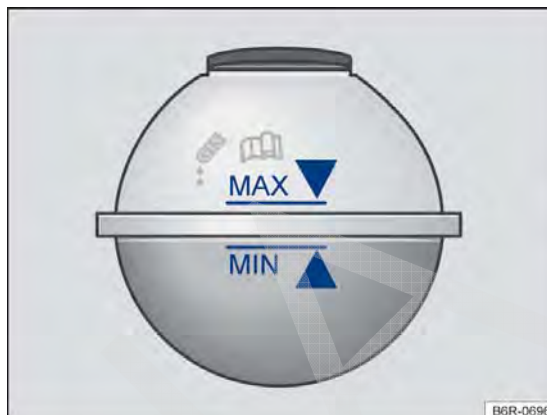

Fig. 132 No compartimento do motor: marcação no reservatório de expansão do líquido de arrefecimento do motor.
- Com o motor frio, verificar o nível do líquido de arrefecimento do motor pela marcação lateral do reservatório → Fig. 132.
- O nível do líquido de arrefecimento do motor deve permanecer dentro da marcação do reservatório → Fig. 132. **Não completar acima da marca "MAX" → ⓘ!**
- Completar com líquido de arrefecimento do motor somente até a marca "MAX" → Fig. 132. Caso contrário, ao aquecer-se, o líquido excedente será expulso do sistema de arrefecimento do motor e poderá causar danos.